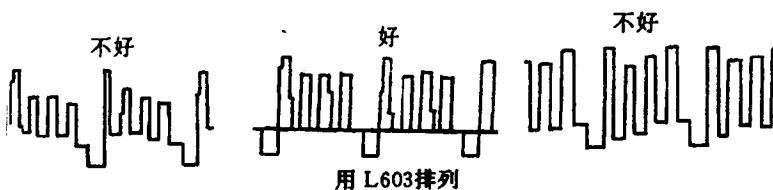

图 1.3.6
⑤调整 L603 使波形的高位部分之间的电位差最小，如图 1.3.6 所示。